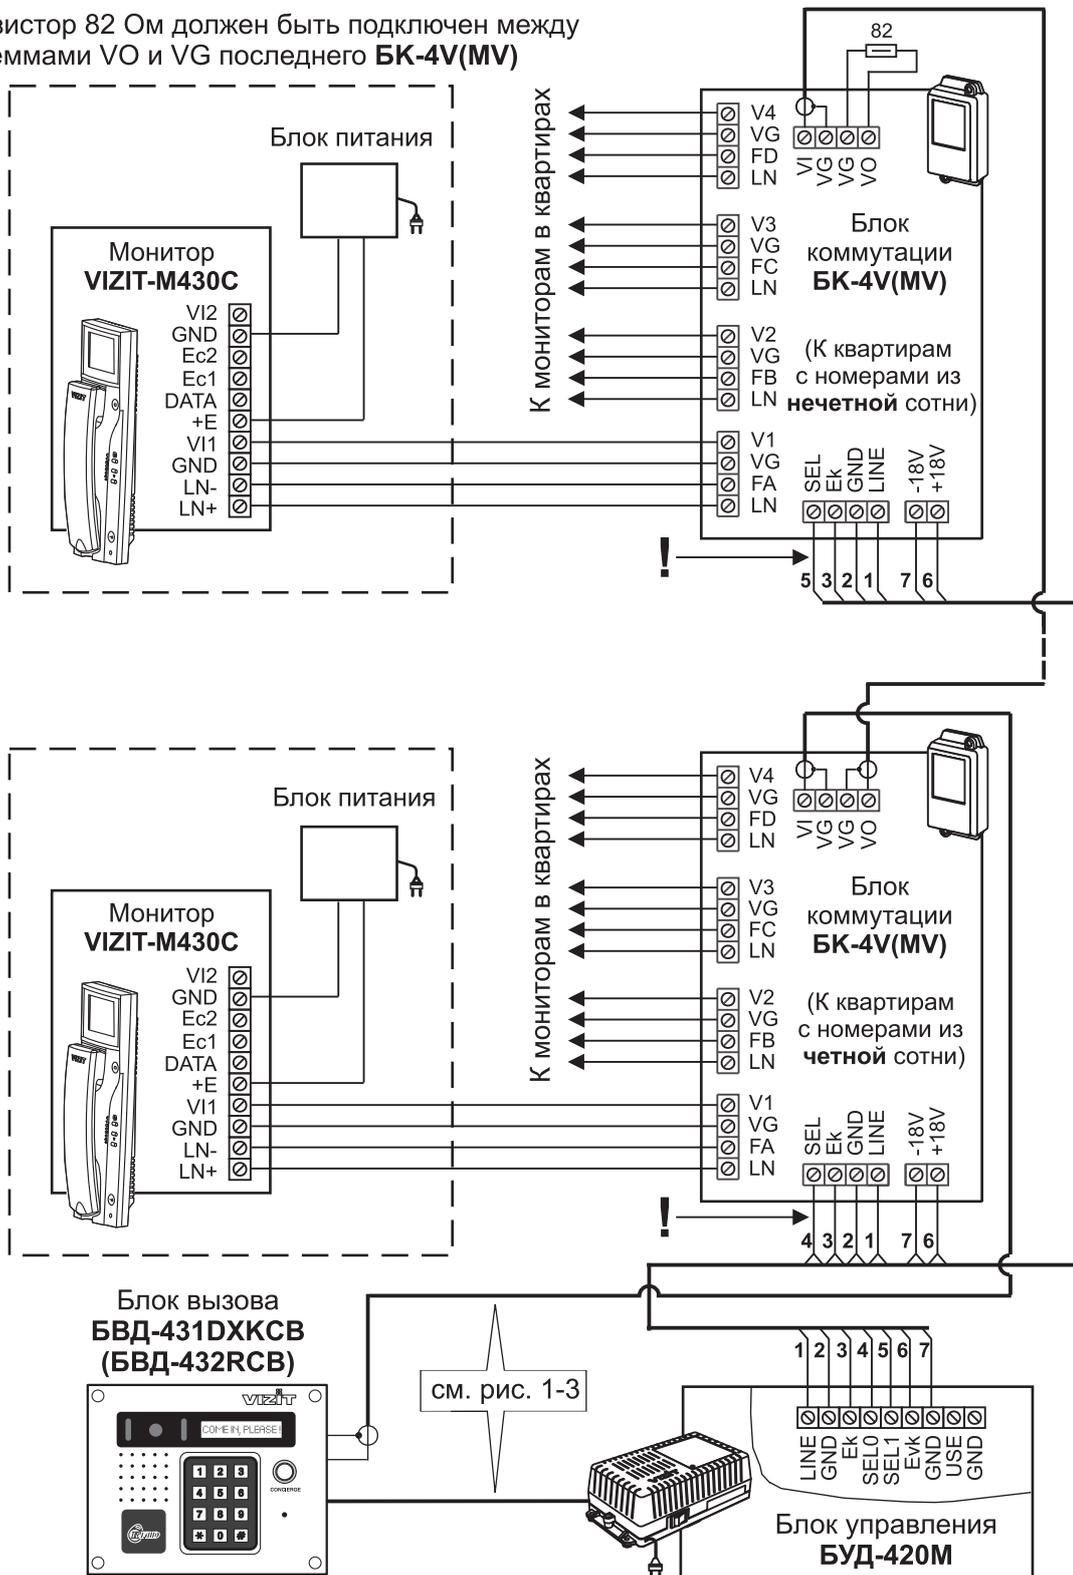

Рисунок 4 - Схема соединений блока управления БУД-420М с монитором VIZIT-M430C и блоком коммутации БК-4V(MV) в составе 200 квартирного видеодомофона
Магистральную линию видеосигнала между блоком вызова и блоками коммутации следует выполнять коаксиальным кабелем. К клеммам VO и VG последнего блока коммутации БК-4V(MV) или разветвителя видеосигналов PBC-4 необходимо подключить резистор 82 Ом (см. рисунок 4).